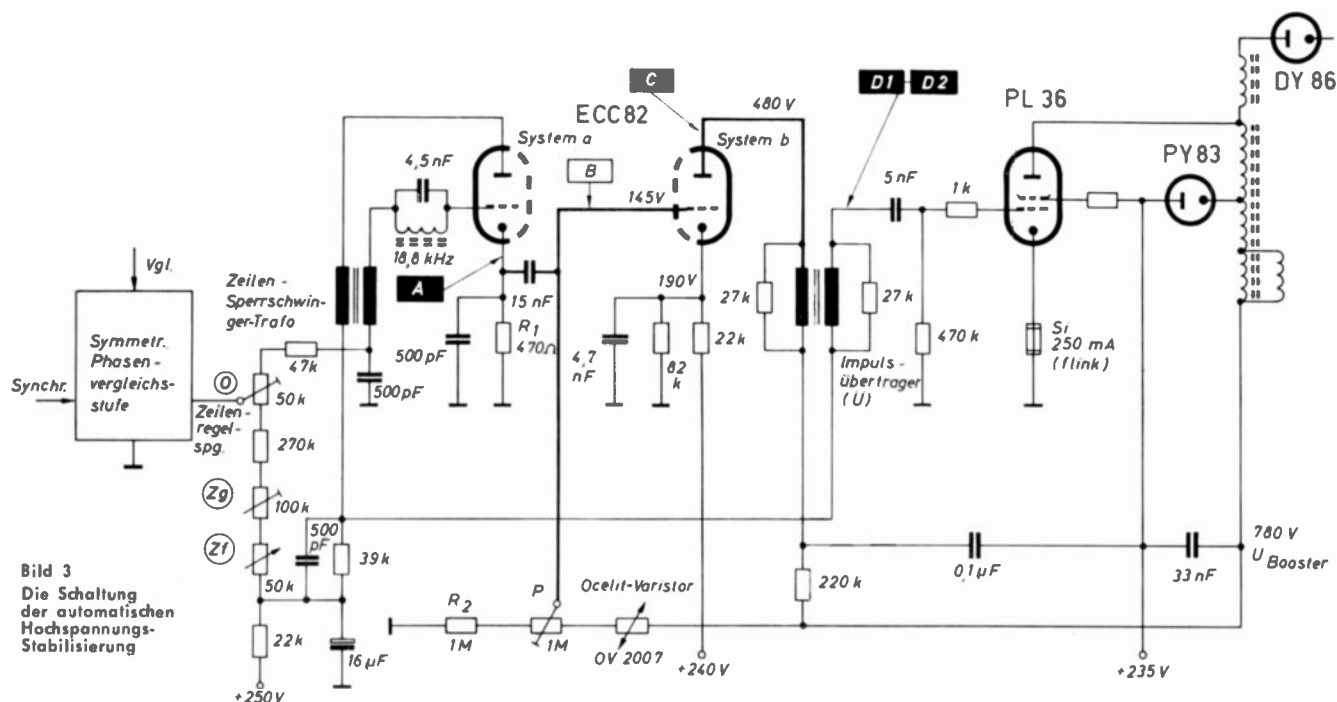

Bild 3
Der zur Steuerung herangezogene Impuls (A) hat eine Breite von ca.  $5 \mu\text{s}$ . Dieser Impuls wird an einem in die Kathode der Zeilensperrschwingungsröhre gelegten Widerstand ( $R_1$ ) gewonnen (Bild 3).
Der verstärkte Impuls (C) — an dem induktiven Außenwiderstand differenziert — wird über die Sekundärseite, die in der Gitterleitung der PL 36 liegt, dem Sägezahn überlagert. (Siehe Bild 3, Punkt D).